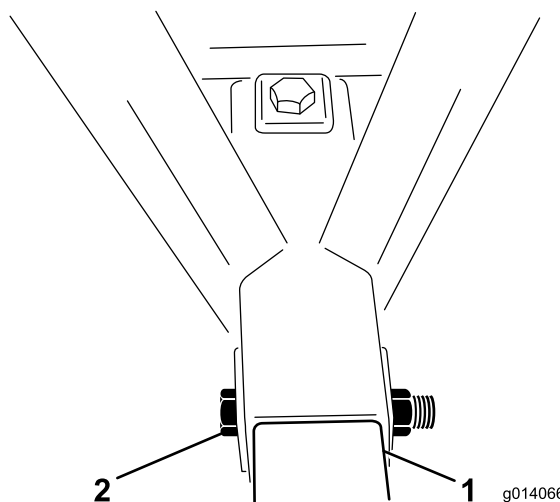

Figura 4
5. Introduzca un perno de 1 x 6-1/2 pulgadas a través del bastidor y de la barra del enganche, e instale la contratuerca (Figura 4).
6. Introduzca el segundo perno de 1 x 6-1/2 pulgadas a través de la parte superior del bastidor, y hacia abajo por la barra de enganche. Instale la contratuerca (Figura 4).